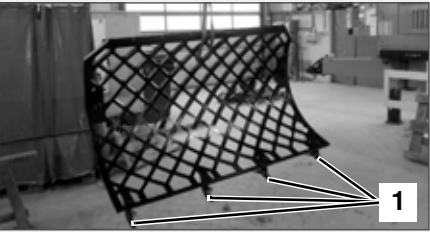

Abb. 4: Heckkorbwechselgitter angehängt
5. Hebezeug am vorbereiteten Heckkorbwechselgitter so befestigen, dass beim Anheben des Heckkorbwechselgitters die Haken mit den Anschweißmutter (Abb. 4/1) nach unten zeigen.